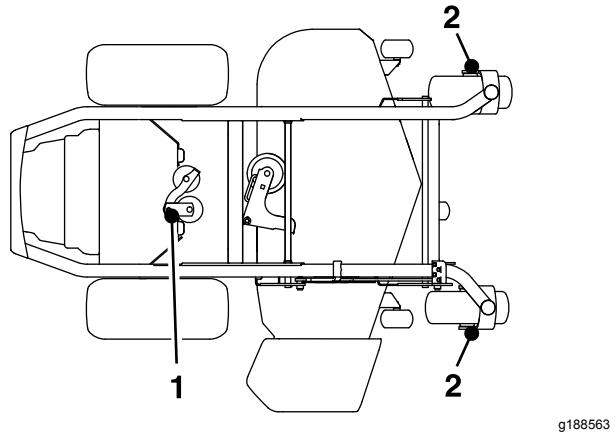

Figura 41
3. Ingrassate il perno della puleggia di rinvio pompa con 1 o 2 pompe del grasso (Figura 41)
4. Ingrassate gli assali della ruota orientabile anteriore (Figura 41).